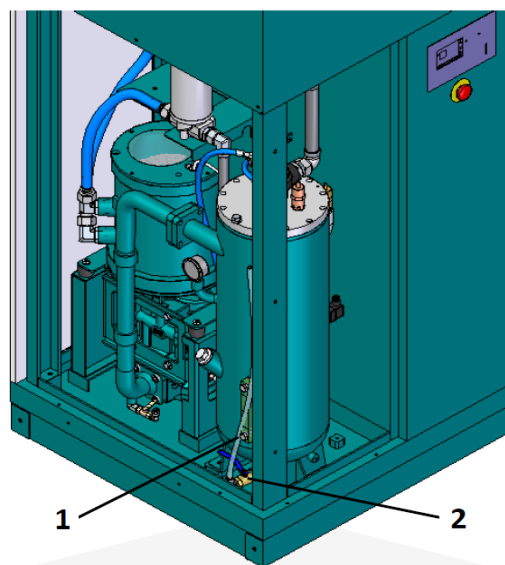

图 33：泄油口
5. 取下泄油管(图 33/1)。
6. 小心打开泄油口(图 33/2)并检查放出来的液体。
8. 关上泄油口(图 33/2)。
9. 将泄油管(图 33/1)重新固定。